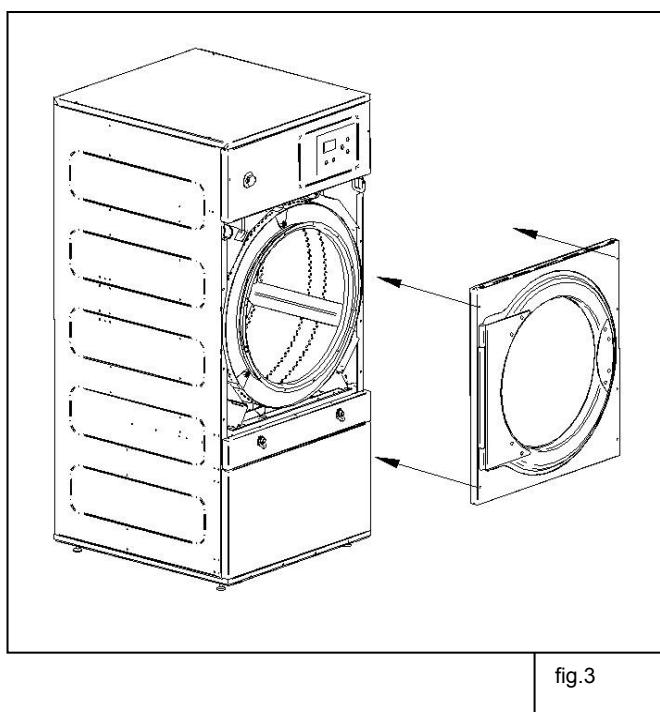

fig.3
6. Situar el frontal de la puerta girándola 180° de modo que las bisagras queden en el lado opuesto. Para ello volver a usar los 6 tornillos "B" y los 2 tornillos "B1" con la llave Allen del nº 3. Ver fig. 3